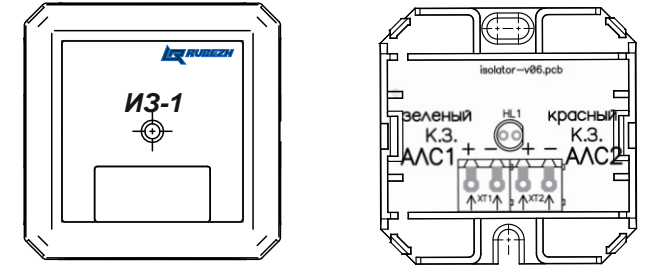

Рисунок 1
2.2 Изолятор шлейфа подключается к АЛС с соблюдением полярности, указанной на плате (Рисунок 1).